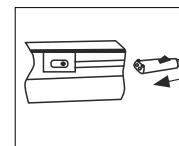

Рис.3
- Вставьте шнур питания в разъем для подключения, находящийся на торце основания светильника. [рис.3].